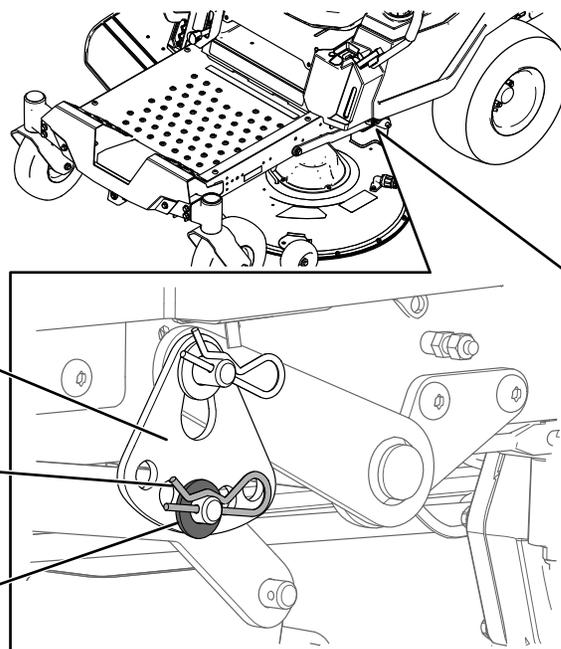

Figura 71
6. Îndepărtați tiftul în formă de agrafă și aiba de la tiftul inferior al braului de ridicare (Figura 71).